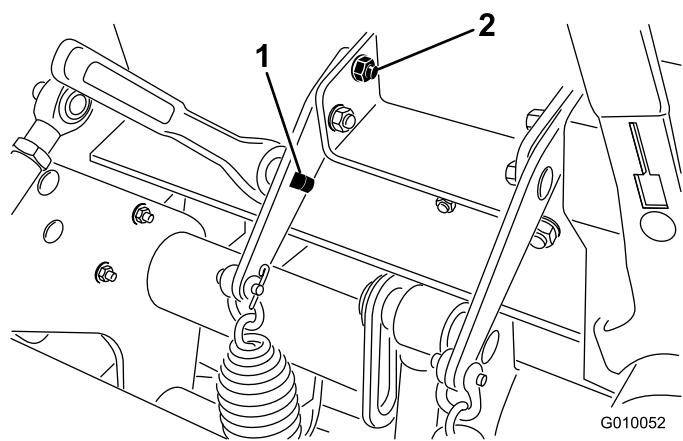

図 38
2. スプリング・プレートの四角い穴に  $1/2''$  のラチエットまたはバールを差し込む（図 38）。